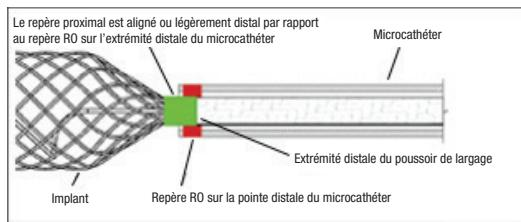

Figure 6 – Position des bandes repères pour le détachement
- Sous guidage radioscopique, faire avancer lentement l'implant hors de l'extrémité du cathéter. Continuer à faire avancer l'implant dans le site souhaité jusqu'à ce que le repère radio-opaque proximal de l'implant soit aligné ou légèrement distal par rapport au repère RO sur l'extrémité distale du cathéter, en positionnant la zone de détachement juste à l'extérieur de l'extrémité du cathéter. Voir la Figure 6. Repositionner si nécessaire. Si la taille de l'implant ne convient pas, retirer ce dernier et le remplacer par un autre dispositif. Si un mouvement indésirable de l'implant est observé sous radioscopie après la